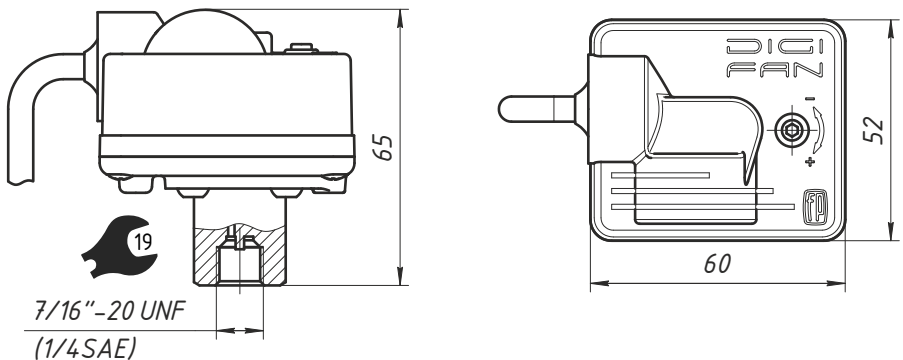

Рис. 6. Габаритные и присоединительные размеры
- Установите управляющий модуль на жидкостном трубопроводе. Установка на линии нагнетания «компрессор-конденсатор» не допускается. Монтаж осуществляйте строго в вертикальном положении (регулирующим винтом вверх), монтаж в иных пространственных положениях не допускается. Предусмотрены 2 варианта монтажа: А. Непосредственно на трубу к клапану Шредера (Рис. 2А); Б. На панель с использованием монтажной скобы (Рис. 2Б) и последующим монтажом соединительной трубки к штуцеру регулятора. Габаритные и присоединительные размеры представлены на Рис. 6.